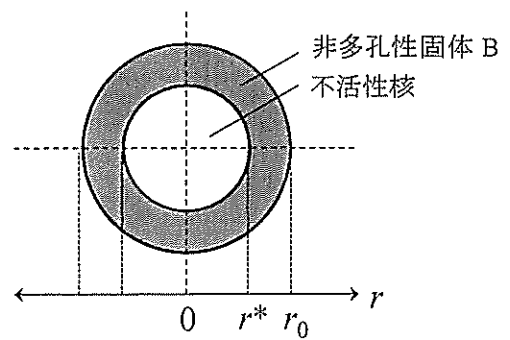
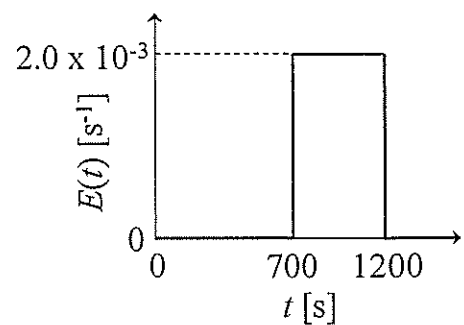

図1 球形粒子断面図
図2 粒子の滞留時間分布関数
で覆われた図 1 に示すような半径 r_0 [m] の球形粒子を用いて行う。固体 B のモル密度を ρ_B $[\text{mol m}^{-3}]$, 気相中の成分 A のモル濃度を C_{Ab} $[\text{mol m}^{-3}]$ とし, ρ_B , C_{Ab} ならびに温度は一定であるとして, 以下の問いに答えよ。
問3 図 1 の粒子を連続気固反応器に供給して式 (1) の反応を実施する。この反応器の粒子の滞留時間分布関数 $E(t)$ $[\text{s}^{-1}]$ は図 2 で表される。反応器には, 成分 A を含むガスを大量に供給しているため, C_{Ab} は一定と見なせる。反応器出口での固体 B の平均反応率 \bar{x}_B を求めよ。 $k_s = 5.0 \times 10^{-2} \text{ m s}^{-1}$, $r_0 = 5.0 \times 10^{-3} \text{ m}$, $r^* = 3.0 \times 10^{-3} \text{ m}$, $\rho_B = 5.0 \times 10^4 \text{ mol m}^{-3}$, $C_{Ab} = 2.0 \text{ mol m}^{-3}$ とし, 反応は反応律速下で進行するものとする。